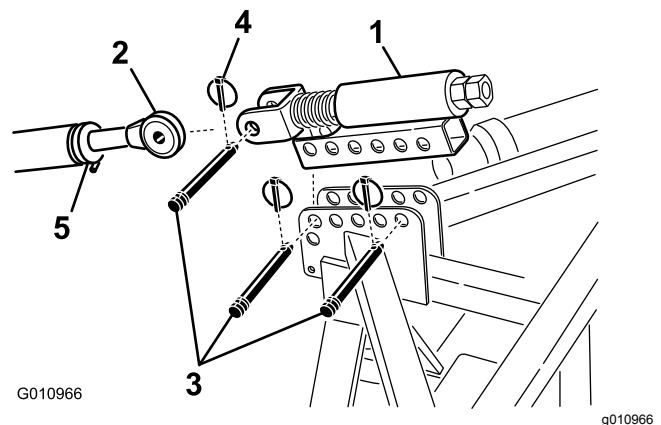

Figura 9
- Montate l'attacco superiore a molla sulla staffa dell'arieggiatore con due perni d'attacco e due coppiglie ad anello (Figura 9)
- Allentate il dado di bloccaggio sull'attacco superiore dell'unità motrice. Regolate la lunghezza dell'attacco superiore sino ad allinearla con la forcella dell'attacco superiore a molla dell'arieggiatore (Figura 9).
- Inserite l'attacco superiore dell'unità motrice nella forcella dell'attacco superiore a molla e fissate i due elementi con un perno d'attacco e una coppiglia ad anello (Figura 9).
6. Ruotate l'attacco superiore fino a comprimere la molla di circa 13 mm (Figura 9).